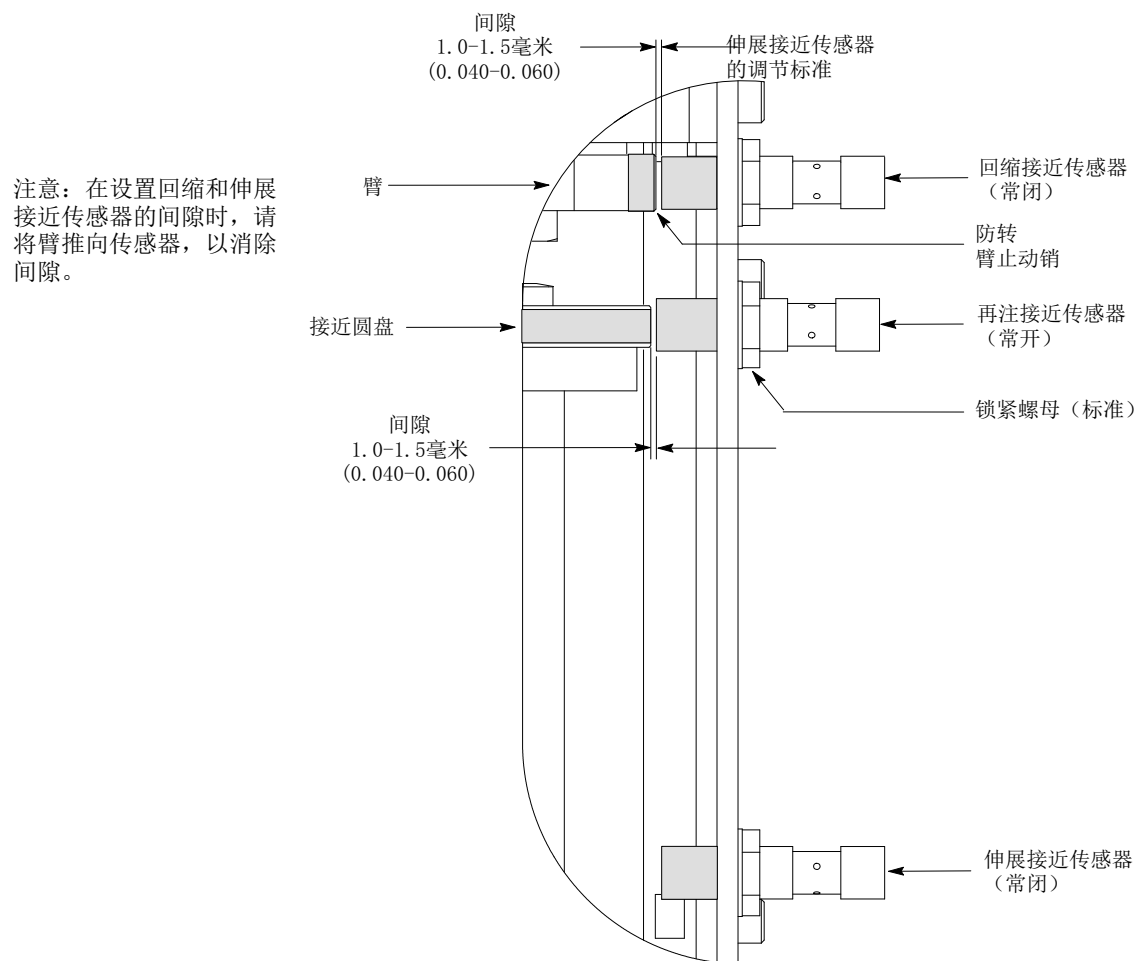

图 11 接近传感器的调节
1. 详见图11。回缩或伸展线性传动器，直到防转臂止动销位于传感器的正后方为止。
1. 详见图11。伸展柱塞组件，直到接近圆盘位于接近传感器的正后方为止。